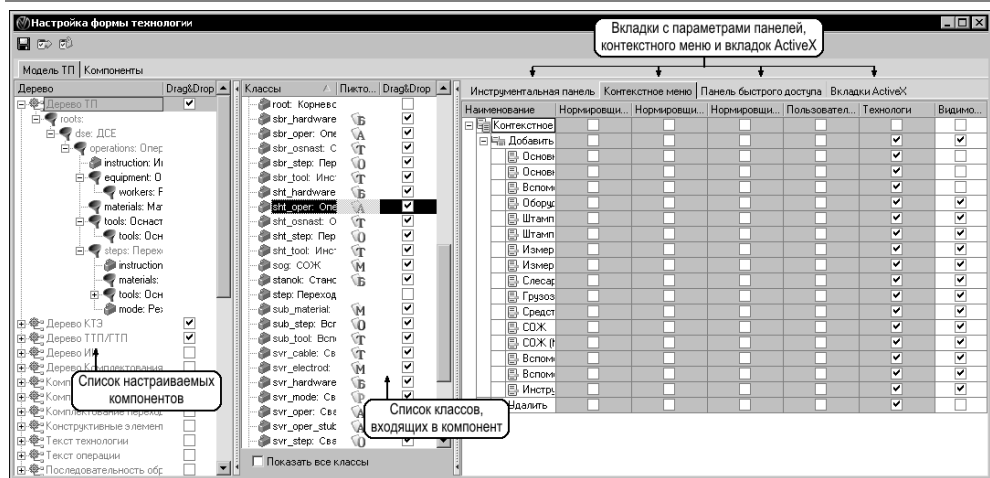

Рис. 18.2. Интерфейс вкладки **Дерево ТП**
Окно настройки представлено на рис. 18.2. Окно содержит две основные вкладки:
На вкладке **Модель ТП** выделены функциональные области для настройки различных групп параметров деревьев (рис. 18.2):
- слева размещен список настраиваемых деревьев. Каждому компоненту может подчиняться группа фильтров или классов, указанных в той иерархической структуре, по которой строится дерево этого компонента. Например, согласно рис. 18.2 дерево «Дерево ТП» строится в следующей иерархии: ДСЕ подчиняются операции, которым могут подчиняться элементы «Оборудование» (классы, входящие в фильтр *equipment*), «Оснастка» (классы из фильтра *tools*) и
«Переходы» (классы из фильтра *steps*). Эти элементы (кроме «Оборудование»), в свою очередь, могут иметь другие подчиненные элементы согласно указанной на рис. 18.2 иерархии;
Настройки инструментальной панели для выбранного класса размещены на вкладке **Инструментальная панель** (см. рис. 18.2). Управление составом инструментальной панели осуществляется с помощью контекстного меню вкладки.
Настройки контекстного меню для выбранного класса размещены на вкладке **Контекстное меню** (см. рис. 18.2 в разделе 18.2). Управление составом контекстного меню класса осуществляется с помощью контекстного меню вкладки.
Контекстное меню представлено на вкладке в виде дерева, корневым элементом которого всегда является элемент «Контекстное меню». Разделы и пункты (команды) образуют иерархию дерева контекстного меню (см. рис. 18.2 в разделе 18.2 и рис. 18.1 в разделе 18.1), при этом разделы меню могут содержать в себе как пункты (команды), так и другие разделы (подразделы).